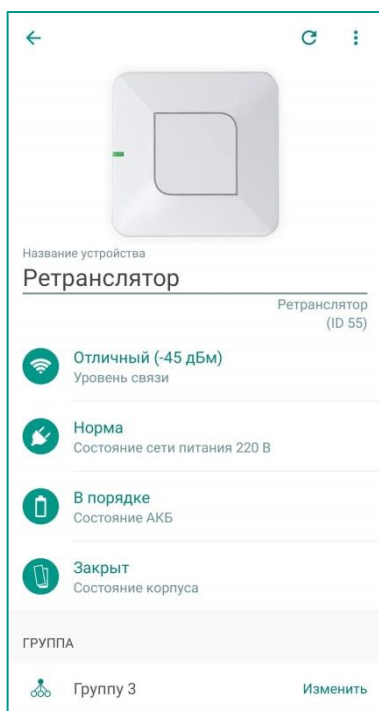

Рисунок 11.1 – Экран настройки ретранслятора
1. В приложении на экране настройки ретранслятора (в строке *Уровень связи*, см. рисунок 11.1).
Текущие параметры работы отображаются на экране настройки ретранслятора (см. рисунок 11.1):